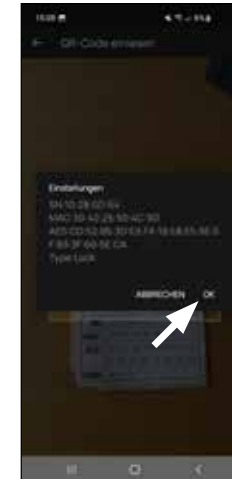

Abb. 5
- 6 Daraufhin erscheint eine Meldung mit Daten zu Ihrem Motorschloss, bestätigen Sie diese rechts unten mit „OK“ (Abb. 5).